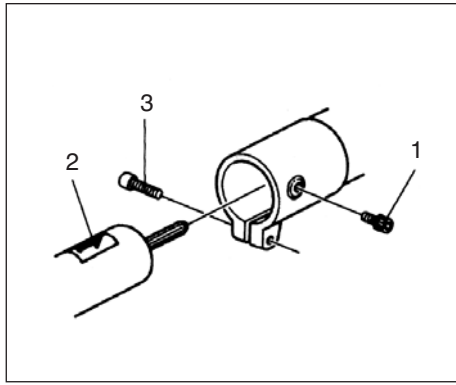

Fig.1-2
Ferramenta de corte ao eixo de accionamento (Fig. 1-2) Solte o parafuso de retenção (1).